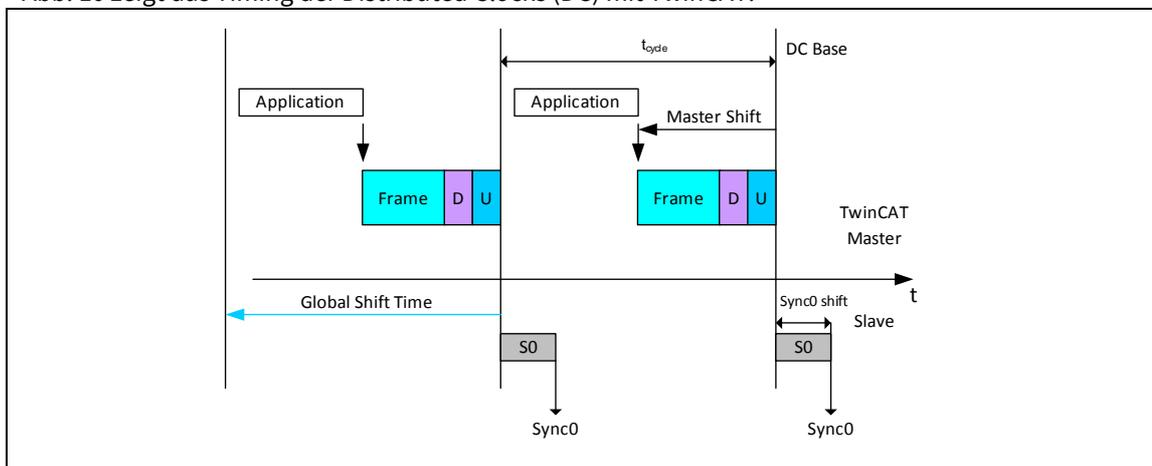

Abb. 10: DC-Timing mit TwinCAT
Abb. 10 zeigt das Timing der Distributed Clocks (DC) mit TwinCAT.
Wird TwinCAT als EtherCAT-Master verwendet, werden hierüber die Zeitpunkte zum Versand des Frames in Bezug auf den DC-Basiszyklus berechnet. Der Offset wird ausgewählt, um zu gewährleisten, dass die Daten vor dem Synchronisationsereignis am Slave von diesem erhalten werden. Zudem kann der Nutzer für jeden Slave einen individuellen Offset auswählen, um den spezifischen SYNC0-Offset zu definieren (siehe Abb. 10). Der Shift-Wert wird über einen entsprechenden InitCmd, der in der EtherCAT-Netzwerkbeschreibungsdatei (ENI, siehe Referenz [6]) konfiguriert wird, in den Slave geschrieben. Zudem wird das Schlüsselwort `<EtherCATConfig><Config><Slave><DC> <ShiftTime>` definiert (siehe „Shift time of SYNC0 event in ns“ in der von der ETG veröffentlichten ENI-Spezifikation). Um den Modus des Distributed Clock auszuwählen, wählen Sie aus der Liste *Operationsmodus* der Registerkarte DC, die bei Auswahl des Eintrags ACURO im Solution Explorer geöffnet wird, die Option *DC Synchronous*. Dies wird auch in Abschnitt 7.4 „Konfiguration von TwinCAT® für die DC-Funktion“ beschrieben.